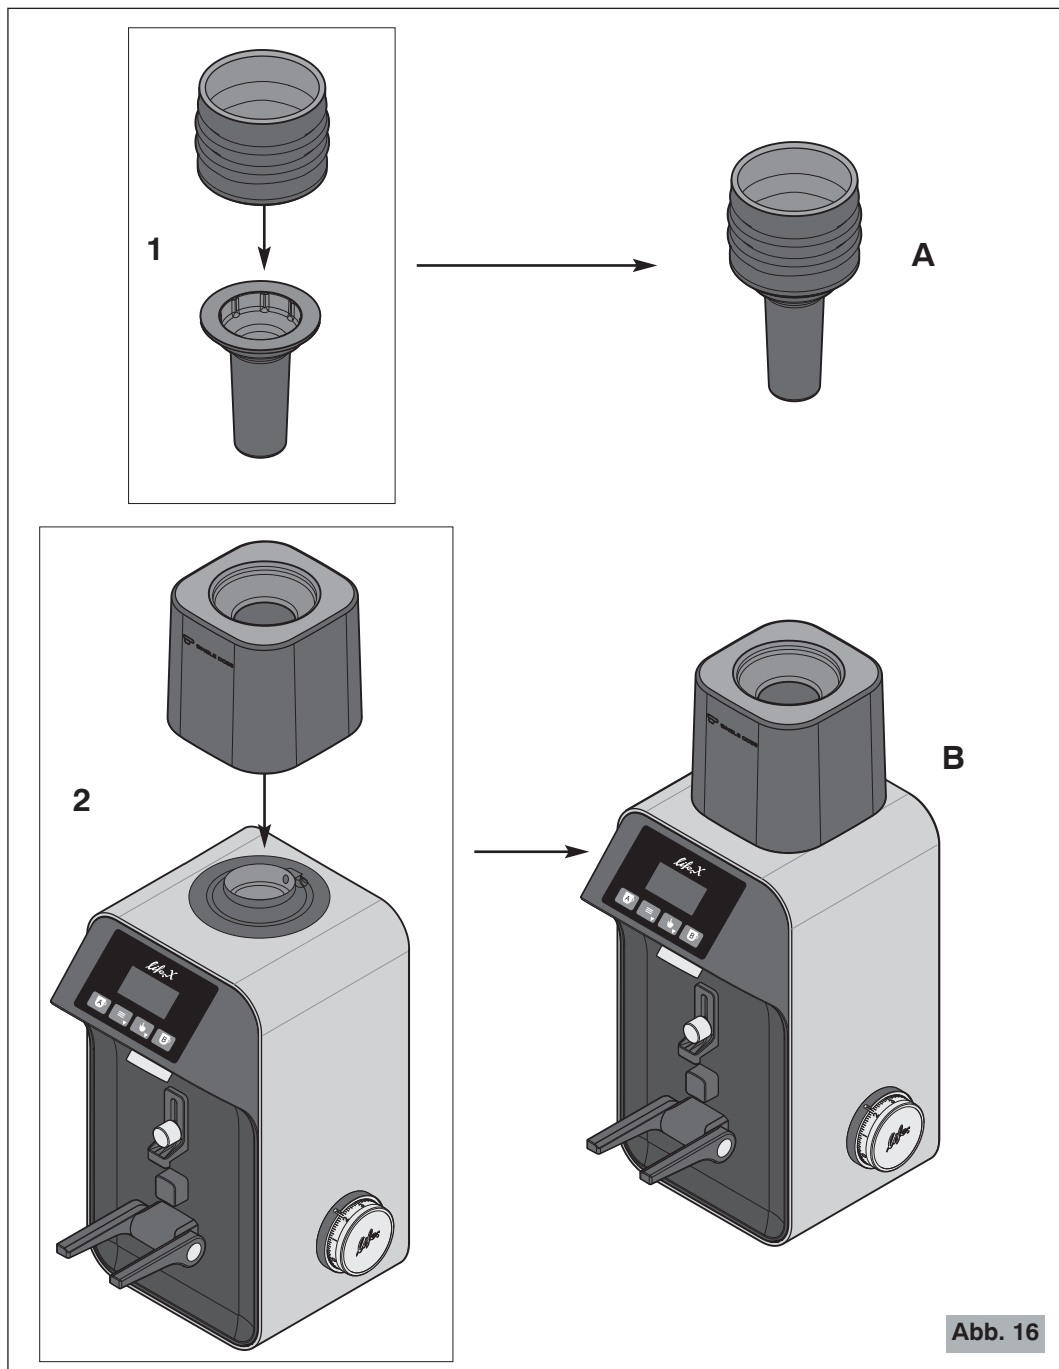

Abb. 16
5. Den Faltenbalg im Bohnenschieber einsetzen (Punkt 1 der Abb. 16).
6. Den Kit-Untersatz an seinem Sitz positionieren (Punkt 2 der Abb. 16).
- 4 Die Faltenbalg-Bohnerschieber-Gruppe (A Abb. 16) so in der Öffnung des Untersatzes einsetzen, dass sie auf den Kaffeebohnen liegt (Abb. 16a).
**Niemals** das Gerät benutzen, ohne den Kaffeebohnenbehälter mit der entsprechenden Schraube (6a, Detail A Abb. 3) befestigt oder ohne den Untersatz des Kits der Einzelportion positioniert zu haben (Punkt 2 Abb. 16).